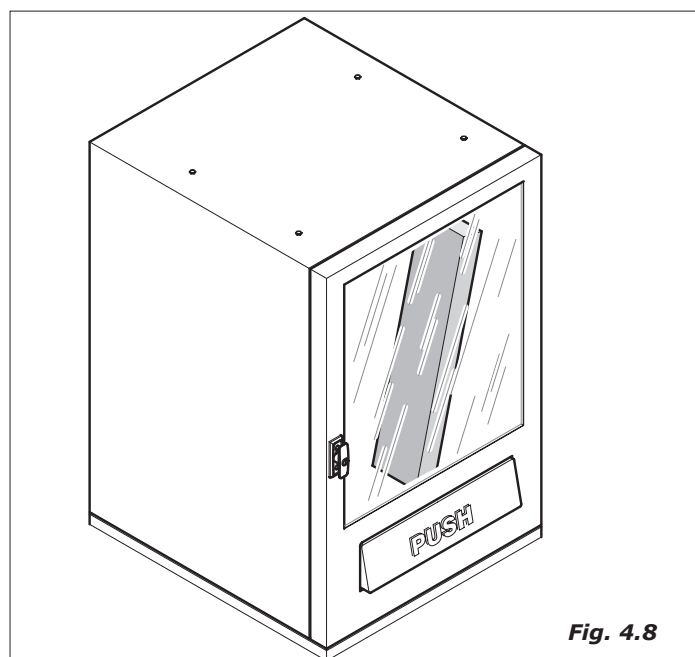

Fig. 4.8
- tirar o poliestirolo que bloqueia os recipientes produtos (Fig.4.8)